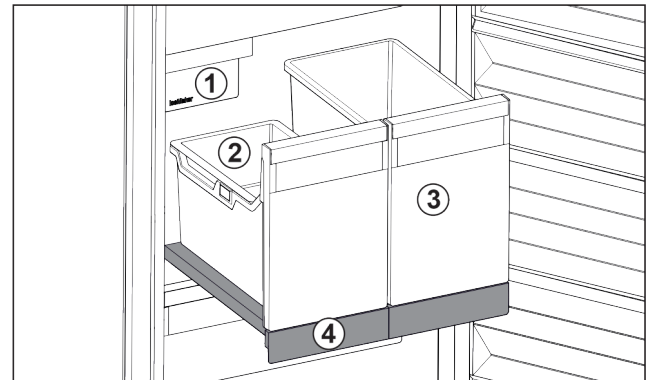

Fig. 83 Estante extraíble con IceTower
En el estante extraíble hay dos recipientes altos (IceTower). En el recipiente Fig. 83 (2) se recogen y almacenan los cubitos de hielo del IceMaker. El recipiente Fig. 83 (3) es adecuado para conservar productos altos, como pizzas o bebidas alcohólicas.